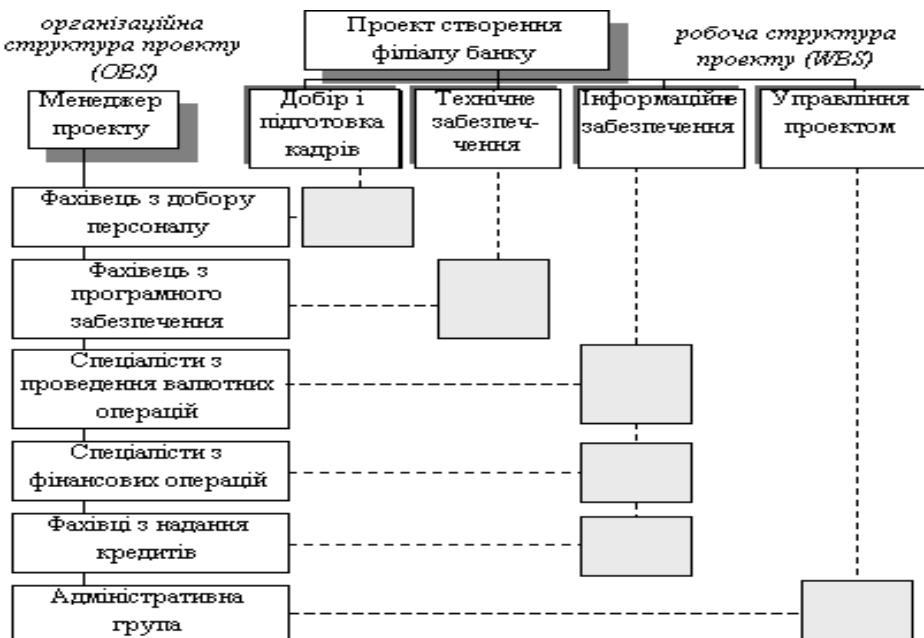

Рис. 1. Двоспрямована структура проекту створення філіалу банку
3. Двоспрямована структуризація проекту полягає в поєднанні робочої та організаційної структури проекту. Вона передбачає: робочу структуру проекту (WBS); організаційну структуру проекту (OBS); облік витрат; описання робочих пакетів; систему кодування; словник використання WBS (каталог “Витрати-ресурси”). Організаційна структура будується аналогічно робочій структурі. Тобто на першому рівні відображається організаційна структура, як єдиний елемент, а на нижчих рівнях відбувається поділ структури на основні елементи. Розподіл WBS здійснюється до робочого пакета, а OBS – до рівня груп, які виконують найнижчий рівень робіт. Кількість рівнів залежить від розміру проекту. Поєднання робочої та організаційної структур дає можливість інтегрувати, планувати, контролювати роботу та порівнювати їх виконання по підрозділах і в цілому по організації. Якщо зобразити робочу структуру по горизонталі, а організаційну структуру – по вертикалі, то отримаємо на перетині елементи двоспрямованої структури (рис. 1). Кожна з них має свої ресурси, свій бюджет, що створює систему обліку витрат. За це відповідає менеджер-обліковець, який входить до складу адміністративної групи.